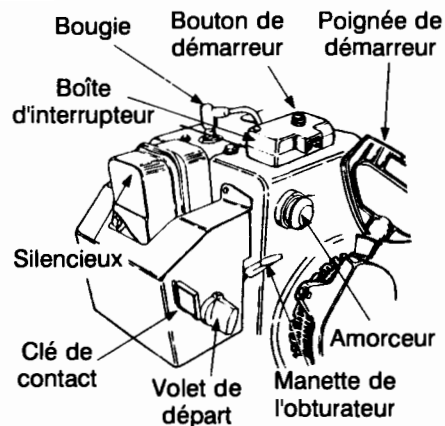

FIGURE 22
- Placez la manette de l'obturateur à la position RAPIDE . Enfoncez la clé dans la fente. Voir la Figure 22. Assurez-vous qu'elle se met bien en position. Ne tournez pas la clé.
- Appuyez deux ou trois fois sur le bouton de l'amorceur, en suivant les instructions de la notice d'utilisation du moteur. Voir la Figure 22.
- Enfoncez le bouton du démarreur pour faire tourner le moteur. Voir la Figure 22.
- Tirez lentement sur la poignée du démarreur (voir la Figure 22) jusqu'à ce que vous sentiez une légère résistance. Laissez la corde s'enrouler lentement.